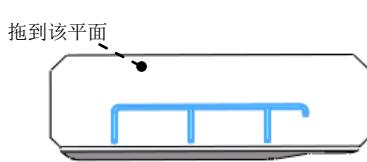

图 13.2.42 成形特征 1
Step6. 创建图 13.2.42 所示的成形特征 1。
- (1) 单击任务窗格中的“设计库”按钮 ，打开设计库对话框。
- (2) 单击“设计库”对话框中的  ch13 节点，在“设计库”下部的列表框中选择“file_shaped_tool_01”文件并拖动到图 13.2.42 所示的平面，在系统弹出的“成形工具特征”对话框中单击  按钮。